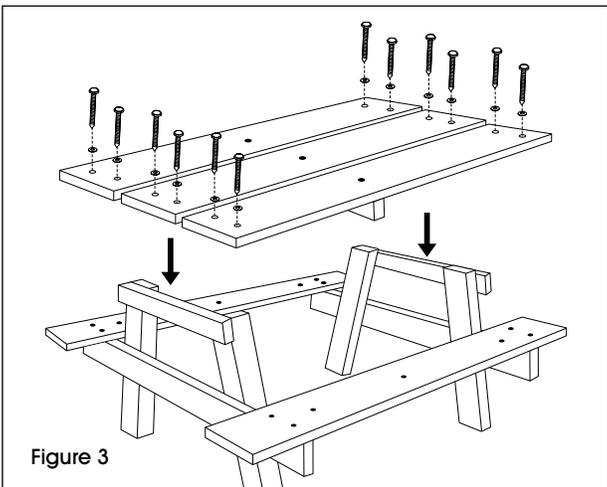

Figure 3
6. Placez les trois planches de table sur les bases en A. Alignez les trous prépercés sur la base en A. Fixez sans serrer les planches de table à la base en A à l'aide des tire-fonds de 3 ½ po et des rondelles en utilisant la perceuse et la douille tournevis de 7/16 po (à bien visser plus tard à l'étape 9). (Voir Figure 3)